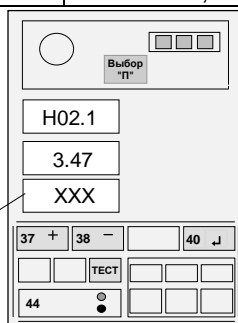

Рисунок 14
4.5.6.4 Нажимая кнопки "+" (37) и "-" (38), набрать на среднем ИЖЦ значение вылета, указанного в правом столбце таблицы 4 (см. рисунок 14) для установленного значения вылета по рулетке.
4.5.6.5 Нажать на время 1 с кнопку "↵" (40) и, проконтролировав короткий звуковой сигнал, отпустить кнопку (см. рисунок 14).